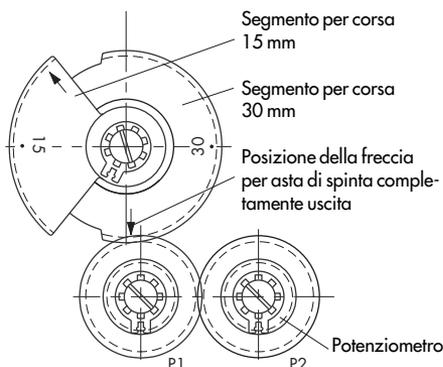

Fig. 9 · Taratura della corsa
4.2.2 Potenzziometro (Fig. 9)
2. In funzione della corsa nominale, ruotare la ruota dentata su 15 o 30 mm sul suo asse, in modo che la freccia di marcatura si trovi sopra il punto di intervento delle ruote dentate (Fig. 9).